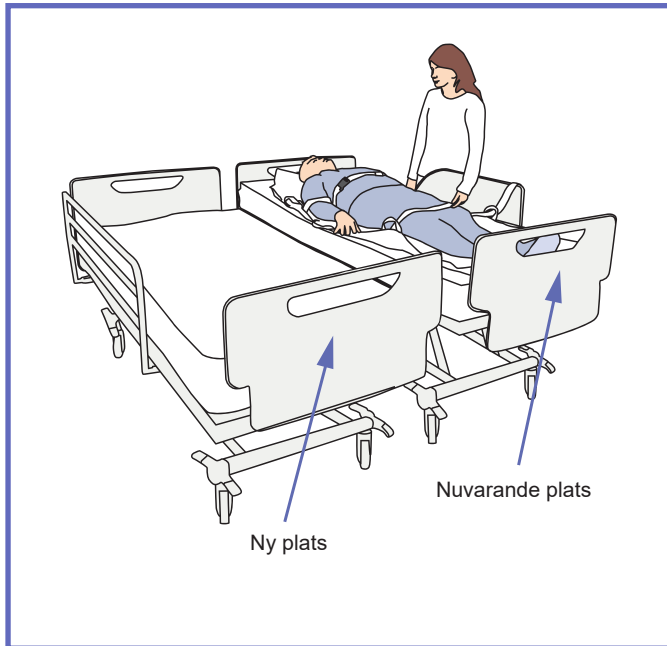

Fig. 12
- 7) Se till att nuvarande plats hamnar på något högre nivå än den nya, se "Fig. 12".